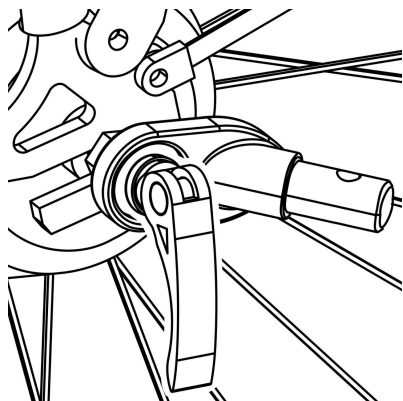

Figure 1
**1. Axe à attache rapide :** Retirez l'attache rapide du côté gauche de l'axe arrière du vélo. Installez l'attelage entre l'attache rapide et le cadre. Serrez l'attache rapide conformément au manuel du fabricant du vélo. L'attelage peut rester sur le vélo une fois la remorque retirée (figure 1).